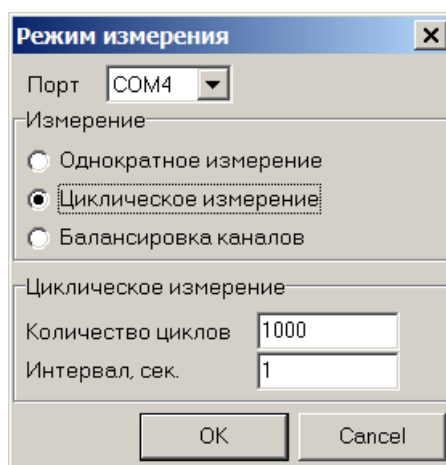

Рисунок 7- Окно выбора режима измерения.
3.3.1. Перед проведением измерений, если необходимо, следует настроить беспроводное соединение в соответствии с документом Подключение устройства Bluetooth и выбрать режим измерения. Для выбора режима измерения необходимо выполнить команду меню Измерение|Режим измерения... или нажать клавишу <F6>. При этом должно появиться окно выбора режима измерения (рисунок 7).